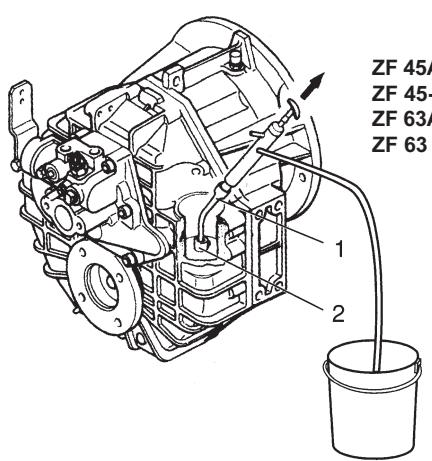

Рис. 6-6
1. **Модели ZF 45A, ZF 45-1, ZF 63A, ZF 63:** Вставьте шланг насоса для откачки масла (рис. 6-6, п. 1) в сливной патрубок (рис. 6-6, п. 2) до самого конца и откачивайте масло.
2. **Модели ZF 25A, ZF 25, ZF 63 IV, ZF 80A, ZF 80-1A, ZF 80 IV, ZF 80-1 IV, ZF 85A, ZF 85 IV:** Отвинтите пробку сливного отверстия (см. рис. 6-6а, п. 3) и дайте маслу стечь.
Рис. 6-6а